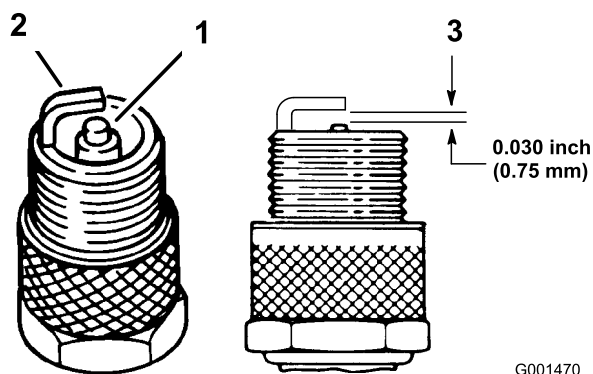

Figura 27
1. Controllate la parte centrale delle candele (Figura 27). Se l'isolatore è di color marrone chiaro o grigio, il motore funziona correttamente. Una patina nera sull'isolatore significa in genere che il filtro dell'aria è sporco.
3. Controllate la distanza tra gli elettrodi centrale e laterale (Figura 27). Piegate l'elettrodo laterale (Figura 27) se la distanza non è corretta.
3. Collegate i cappellotti alle candele (Figura 27).